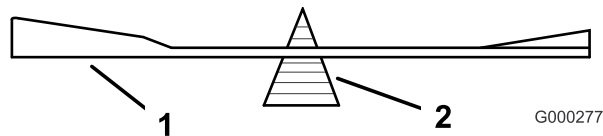

Bild 81
2. Prüfen Sie die Auswuchtung des Schnittmessers auf einer Ausgleichsmaschine (Bild 81).